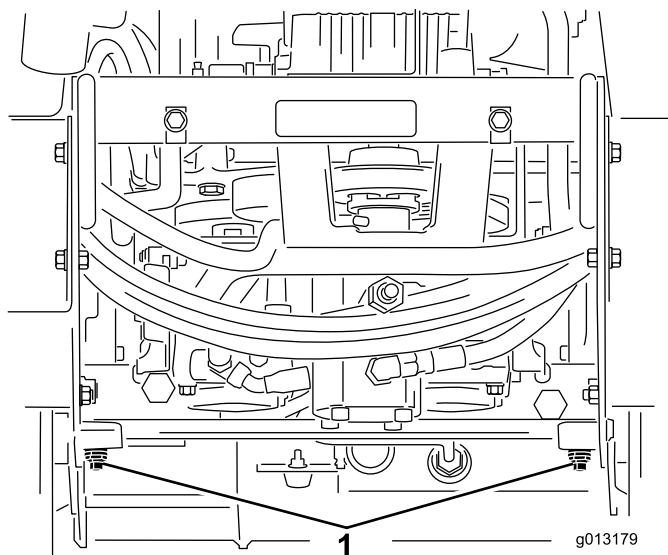

Figura 21
- Usando una llave inglesa, gire las válvulas de remolcado de los motores hidráulicos dos vueltas en el sentido contrario a las agujas del reloj (Figura 21).